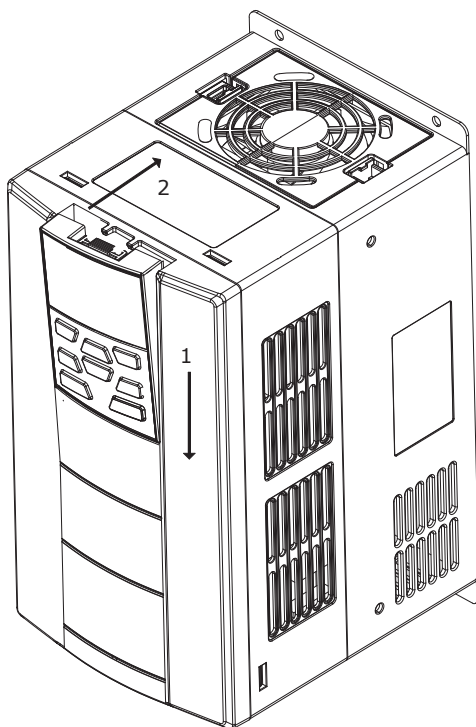

Рисунок 2.5 – Установка панели управления
- 2.2.10.2 Установка панели управления производится в следующей последовательности (см. рисунок 2.5):